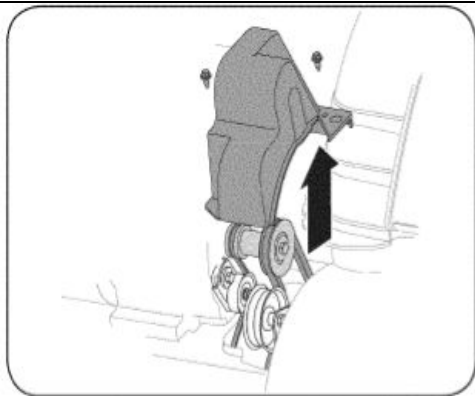

Рис. 22
2. Отверните 2 самореза, крепящих пластиковый кожух ремня в передней части двигателя, и снимите его. См. Рис. 22.